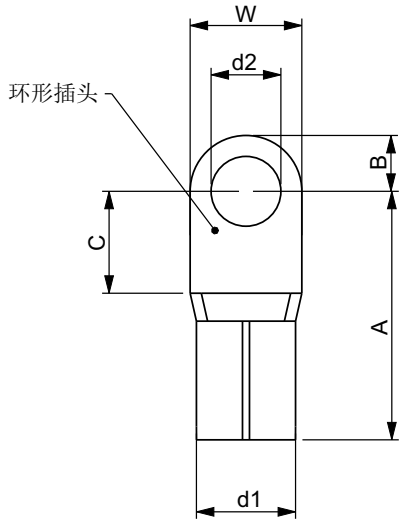

图1
- 当变频器功率  $\geq 15$  kW 时，且主接线端子  $>10\text{mm}^2$  (AWG 6)，需要使用环形接头作为连接，请参考如下图 1 中环形接头的尺寸规格